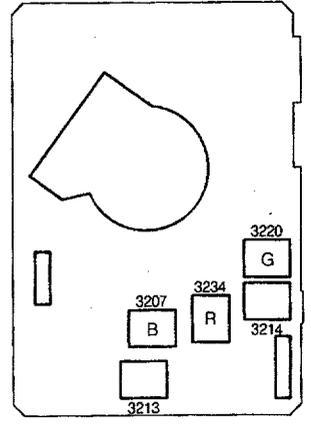

Bild. 9
2. Einstellungen auf der Bildröhrenplatine (Abb. 9)